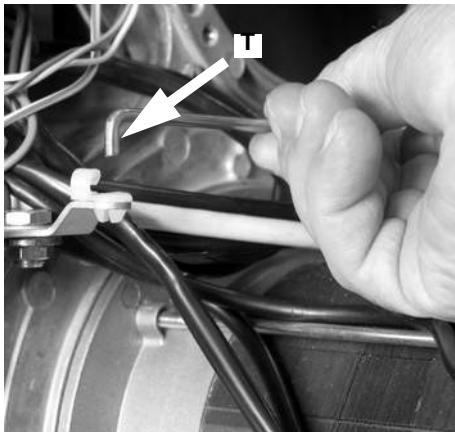

Рис. 28
- Вынуть анкерный болт Т с его грезда, как это указано на Рис. 28.
- Вставить на место анкерный болт Т (Рис. 28).